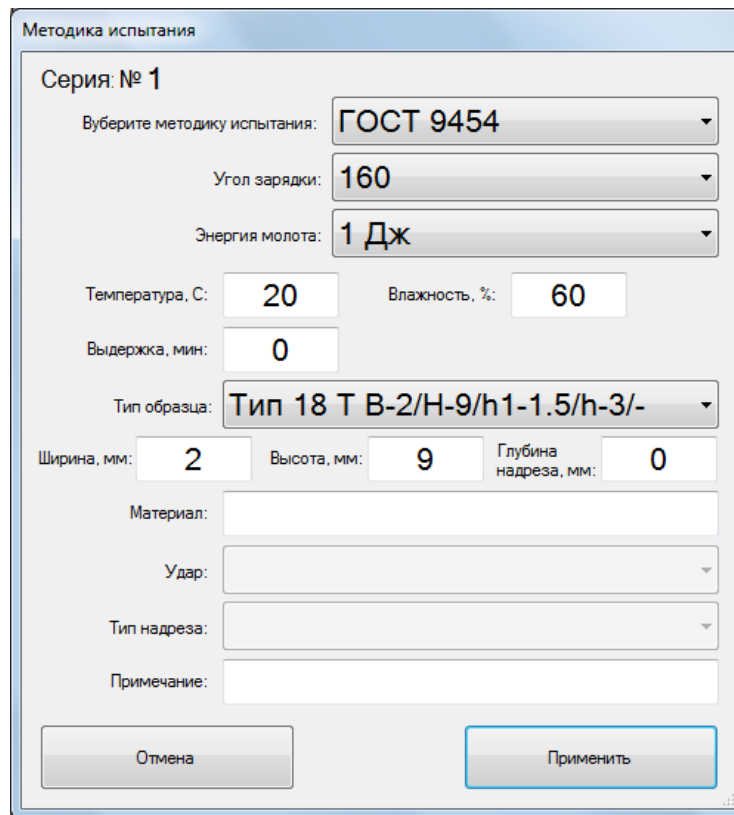

Рис. 2.
3.3. Команда «Новая серия»  позволяет установить необходимые параметры при проведении новой серии испытаний (рис. 2).